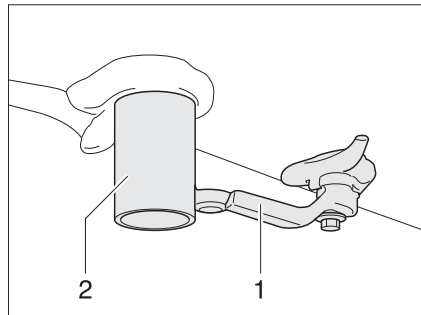

Fig. 148 Conexión de salida de aguas residuales y llave de desagüe
- Colocar un recipiente colector apropiado debajo de la conexión de salida de aguas residuales (Fig. 148,2) o colocar el vehículo con la conexión de salida de aguas residuales sobre una instalación de evacuación especialmente diseñada para ello.
- Abrir la llave de desagüe (Fig. 148,1). Se vacía las aguas residuales.